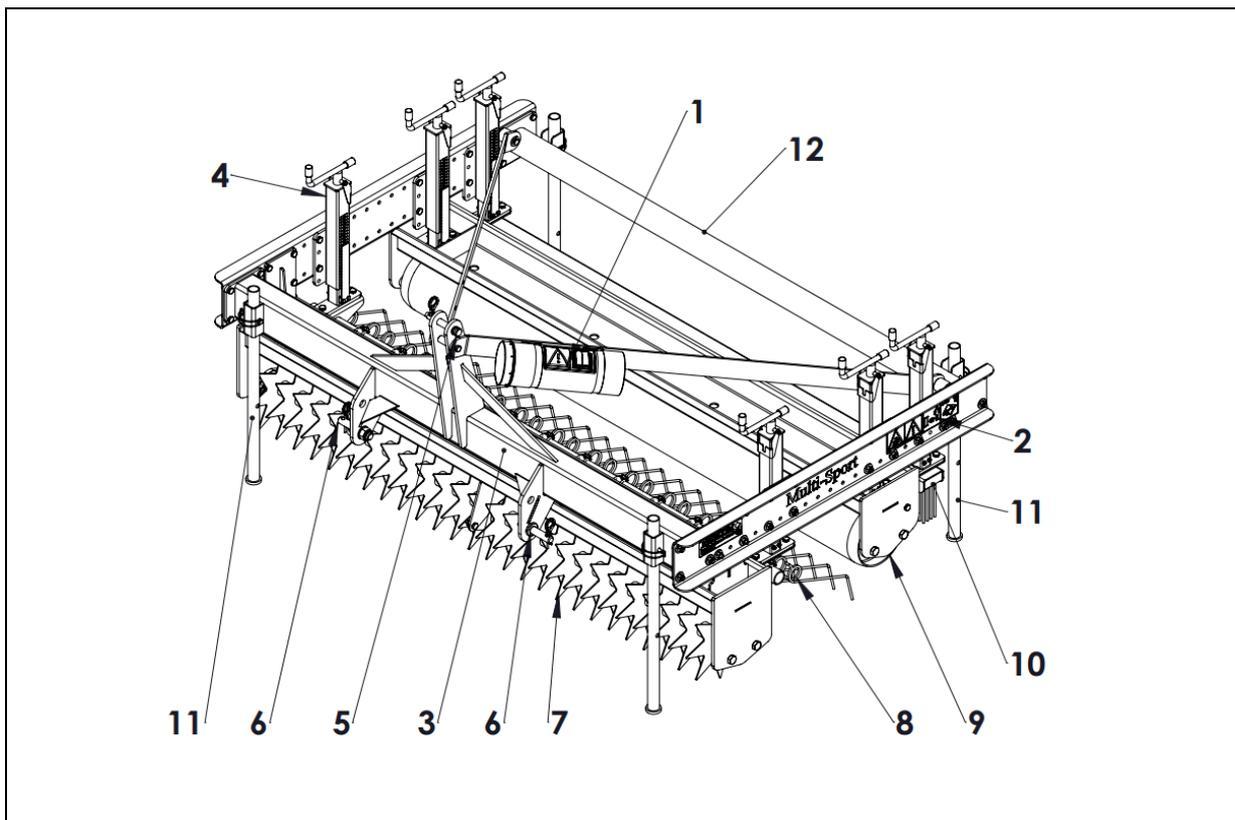

Abbildung 7
Abbildung 7 zeigt die wichtigsten Komponenten des Geräts:
1. Durch Verdrehen der Spindeln (4) (Abbildung 7) können die einzelnen Bereiche in die obere oder untere Position am Gerät gestellt werden. Darüber hinaus sind weitere Einstellungen möglich.